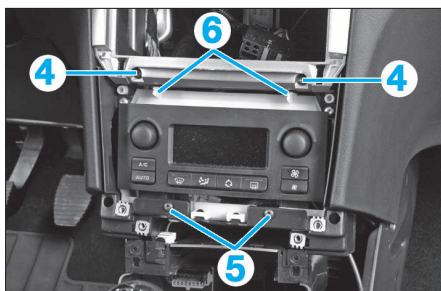

FIG. 7
- Déposer la partie supérieure de la façade centrale inférieure (3) en faisant passer le levier de vitesses à travers cette dernière, en prenant soin de ne pas détériorer le soufflet.
- Déposer les vis de fixation (4) et (5) de la façade de commande (Fig.7).